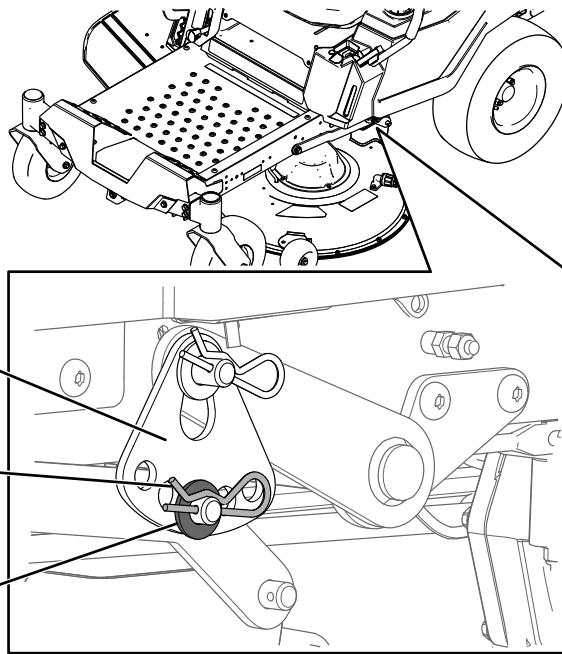

**Рисунок 65**
- Установите 2 подставки толщиной по 6,6 см (2 $\frac{5}{8}$  дюйма) под каждую сторону передней кромки деки, но не под кронштейны защитного валика (Рисунок 65).
- Установите 2 подставки толщиной по 7,3 см (2 $\frac{1}{8}$  дюйма) под заднюю кромку фартука режущей деки, по одной на каждой стороне режущей деки (Рисунок 65).